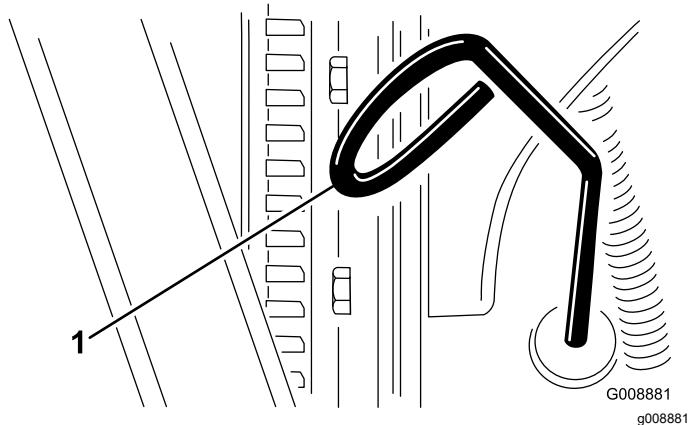

Figura 52
3. Retire a vareta, limpe-a, coloque-a no tubo e volte a retirá-la em seguida. O nível de óleo deve estar entre marca CHEIO e a marca ADICIONAR (Figura 52).
4. Se o nível de óleo estiver baixo, retire o tampão de enchimento e adicione óleo até que fique entre a marca CHEIO e a marca ADICIONAR (Figura 52).